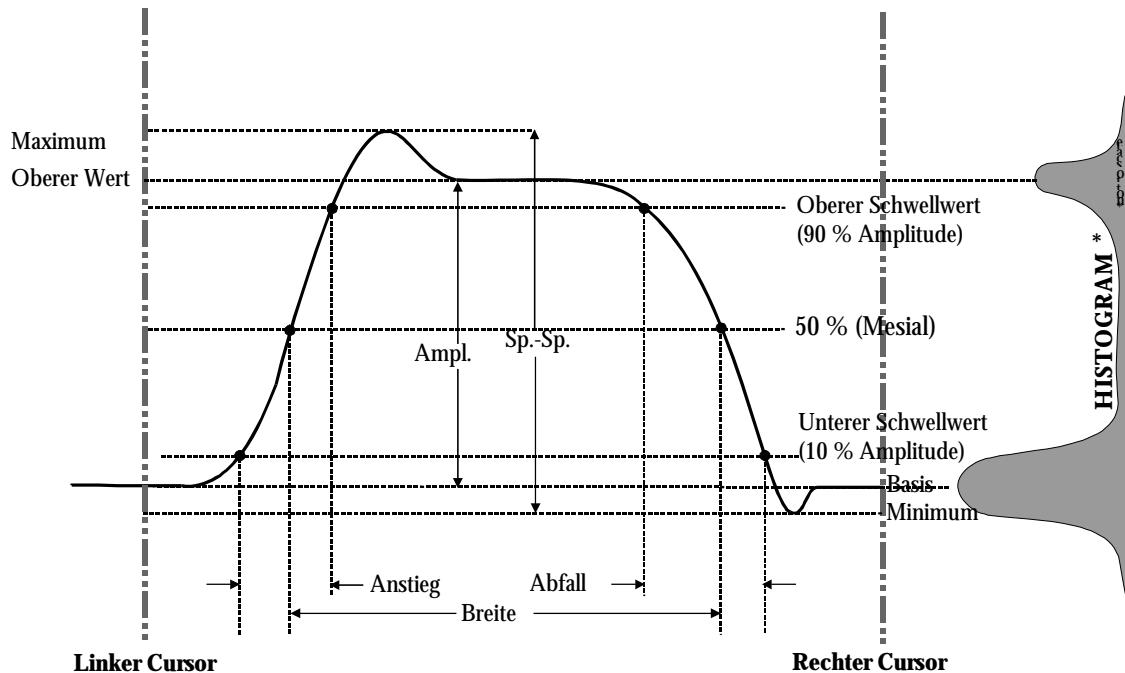

Abbildung 1.
Z.B. besitzt das Histogramm einer Kurve mit Übergängen in zwei Zuständen zwei Spitzen (Abb. 1). Die Analyse versucht, die beiden Cluster mit der höchsten Datendichte zu erkennen. Anschließend wird der wahrscheinlichste Zustand (Flächenschwerpunkt), der mit diesen beiden Clustern verbunden ist, errechnet, um den oberen und unteren Bezugspiegel zu bestimmen: Die obere Linie entspricht dem oberen und die Grundlinie dem unteren Schwerpunkt. Sind der obere und der untere Wert berechnet, ermittelt Waverunner die Anstiegs- und Abfallzeiten. Das Oszilloskop bestimmt automatisch die Schwellpegel für 90 % und 10 % mit dem Amplituden-Parameter. (Histogramme gehören zur WaveAnalyzer-Option).